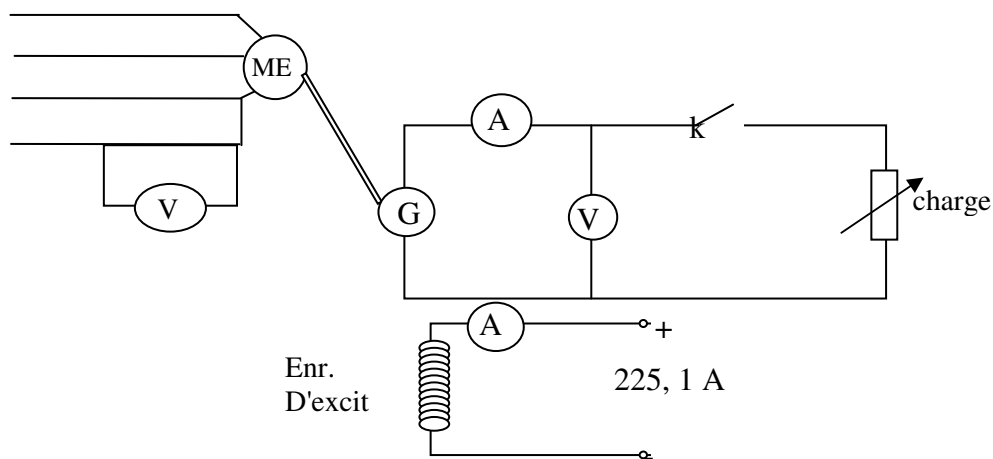

Fig.1
- Réaliser le montage du système G-M (fig.1)
Exciter la génératrice avec K ouvert (fig.1) .